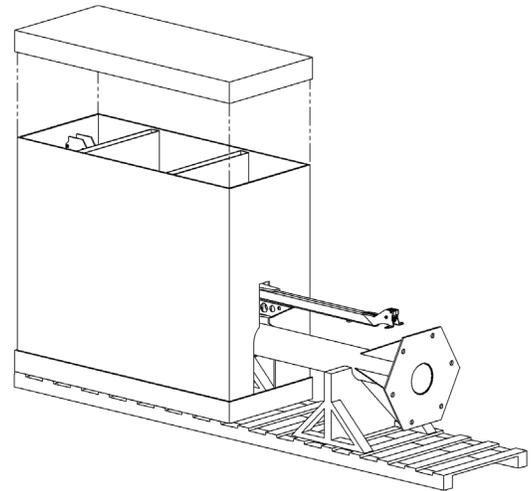

Abb. 2A. Entfernen des Verpackungsdeckels
- 2.1 Entfernen Sie vorsichtig die Umreifungsbänder aus dem Versandkarton und nehmen Sie das Oberteil ab (**Abb. 2A**).